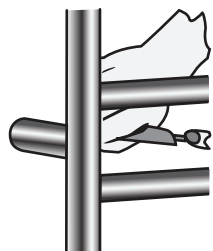

Figure 3
Étape 3 : Marquage des trous pour le montage murale (figure 3)